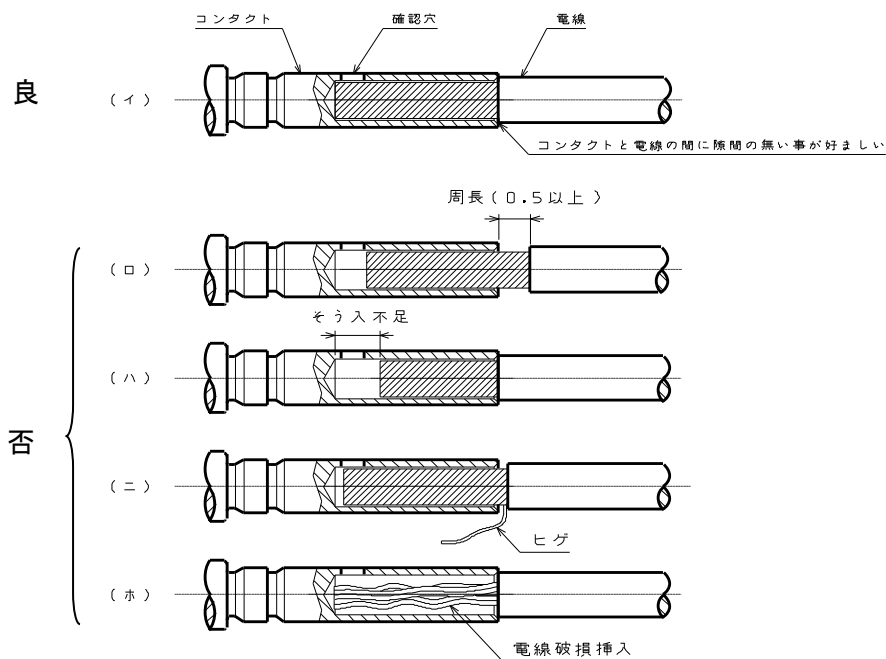

図 11 電線挿入
注(1) L 寸法は推奨値であり、線種、図 11（電線挿入）等により最適な寸法を設定して下さい。
- (2) 導体を傷付けたり減線しないようにむき、むき取った撚線はバラバラにならないように気を付けて下さい。
- (3) むきにくい被覆の場合は、ヒゲ状の被覆が導体部に付着することがありますので除去して下さい。
- (4) 被覆むきしたまま長時間放置すると酸化皮膜等が生成されますので、被覆むき後は短時間に圧着作業又ははんだ付作業を行って下さい。
被覆むきされた電線をコンタクトに設けてある確認穴以上の深さまで挿入して下さい。(図 11 参照)
- (a) 図 11 の“否”の状態になっていないこと。